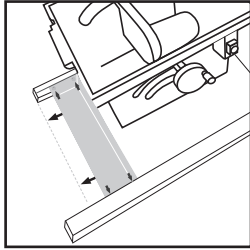

Fig. 1
- Alinee la extensión de la mesa con el extremo de la guía posterior. **(Fig. 1)**